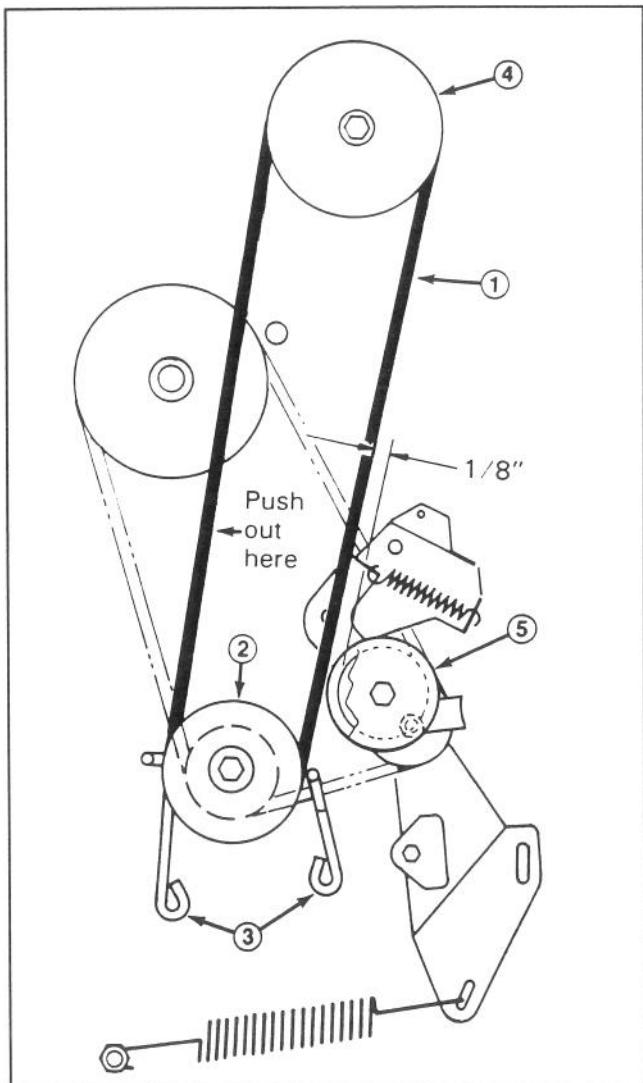

Fig. 15
7. Allentate le viti mordenti che fissano i guidacinghia della puleggia del motore, ed allontanate i guidacinghia dalla puleggia. Rimuovete la cinghia dell'apparato falciante dalla puleggia del motore (Fig. 15).
12. Spingendo all'infuori sul bullone (per togliere l'imbando, Fig. 15), controllate il gioco tra la parte esterna della cinghia e l'interno della puleggia folle. Il gioco dovrebbe essere di circa 3 mm.